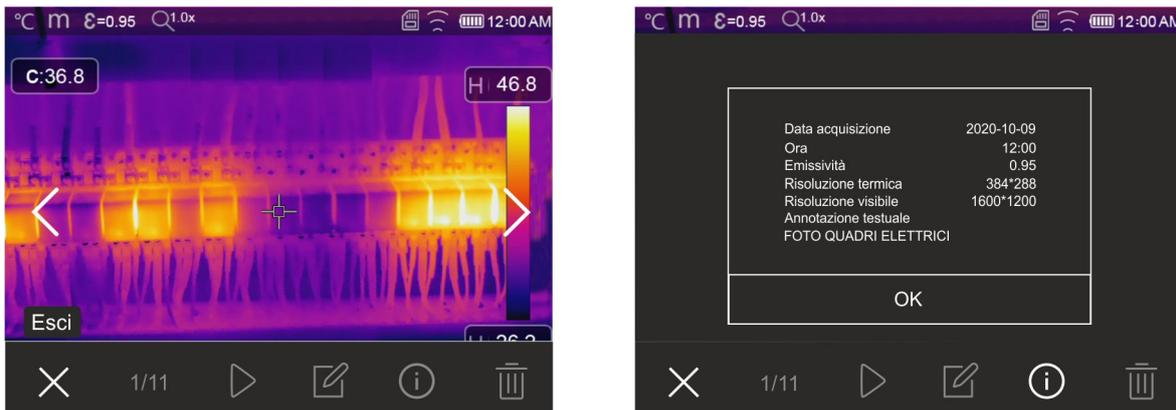

Fig. 51: Richiamo a display immagini salvate
1. Premere il tasto  per entrare nella galleria delle immagini e video salvati nella memoria dello strumento o nella micro SD card. La videata di Fig. 51 – parte sinistra seguente è mostrata a display
3. Toccare l’icona “” per aprire la sezione con le informazioni sull’immagine salvata. La videata di Fig. 51 – parte destra è mostrata a display